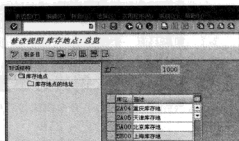

图 15-27 修改库存地点“描述”信息
STEP 2 选择“工厂”后，单击“”按钮，进入“修改视图库存地点：总览”界面，如图 15-27 所示，从中即可修改库存地点“描述”信息。